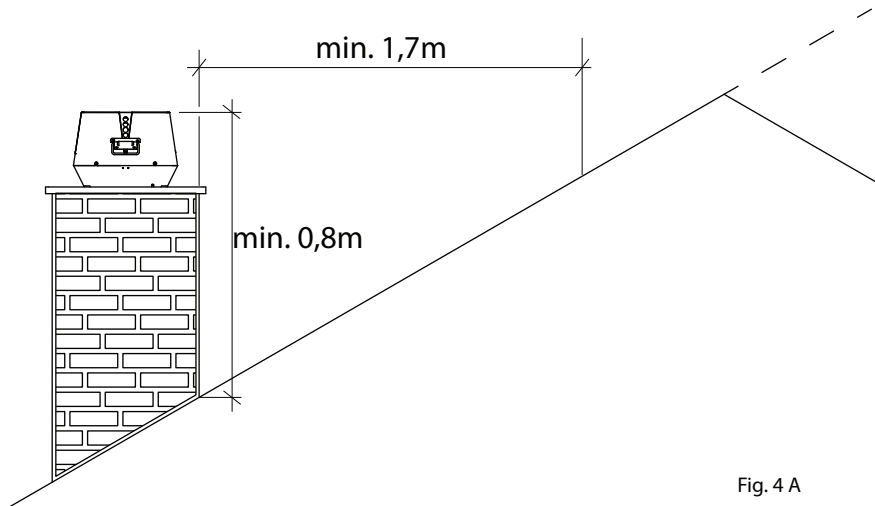

Fig. 4 A
- Minimalna odległość od materiałów niepalnych zgodnie z rys. 4 A lub zgodnie z ustawodawstwem krajowym.